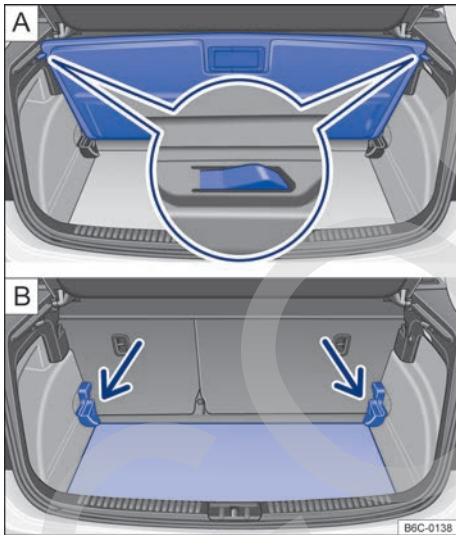

Fig. 114 En el maletero: regular la altura del piso del maletero.
- Levantar el piso del maletero y empujar hacia atrás tirando de las guías en los costados del maletero → fig. 114 A.
- Levantar el piso del maletero y empujar hacia abajo, hacia la guía → fig. 114 B (flechas).